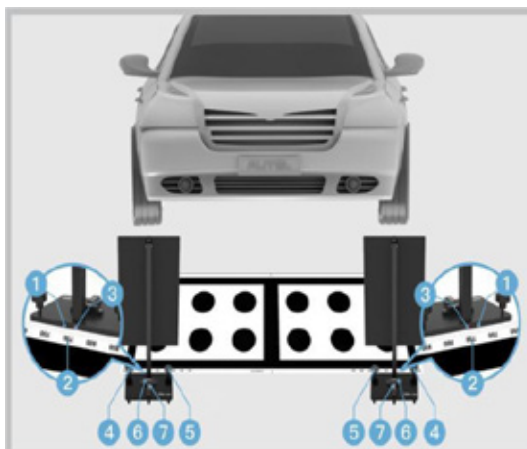

Abbildung 3-46 Positionieren und Einstellen der Kalibrierwerkzeuge
4. Positionieren Sie die beiden zusammengebauten Kalibrierwerkzeuge wie in Abbildung 3-46 dargestellt. Vergewissern Sie sich, dass die Seite (①) mit der markierten Linie an der Basis des Zielplattenträgers mit der Kante des Lineals (②) auf dem Muster übereinstimmt.
5. Bewegen Sie den Zieltafelhalter nach links oder rechts, um die markierte Linie (③) auf 775 auf dem Lineal (②) auszurichten.
6. Drehen Sie die Bolzen (④) und (⑤) so, dass die Blasen in den Wasserwaagen (⑥) und (⑦) zentriert sind.